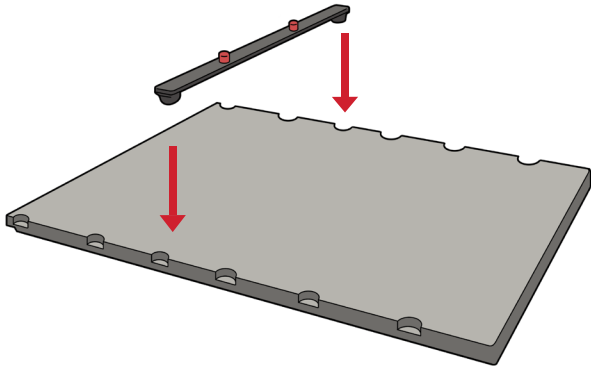

Abb. 1
1. Bringen Sie eine Indexschiene mit 2 Zapfen an der gewünschten Position auf der Tischplatte an. (Abb. 1).